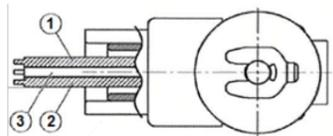

Figura 4. Conducto
- No doble los cables más de 90° con un radio de menos de 20 mm; en caso contrario, pueden producirse daños Véase la Figura 4.